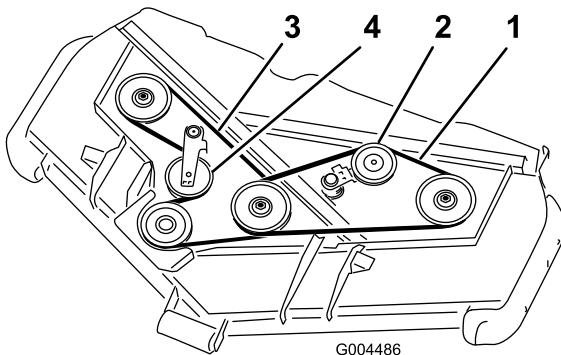

Figura 57
3. Utilizando uma alavanca ou ferramenta semelhante, afaste a polia intermédia da correia superior (Figura 57) da correia da transmissão superior para libertar a tensão da correia e permitir que esta saia das polias.
4. Utilizando uma alavanca ou ferramenta semelhante, afaste a polia intermédia da correia inferior (Figura 57) da correia da transmissão inferior para libertar a tensão da correia e permitir que esta saia das polias.
5. Coloque a nova correia à volta da polia da caixa de velocidades, polias do veio inferior e conjunto da polia intermédia, como se mostra em Figura 57.
6. Coloque a nova correia nas polias da barra superior e na estrutura da polia intermédia, como se mostra em Figura 57.